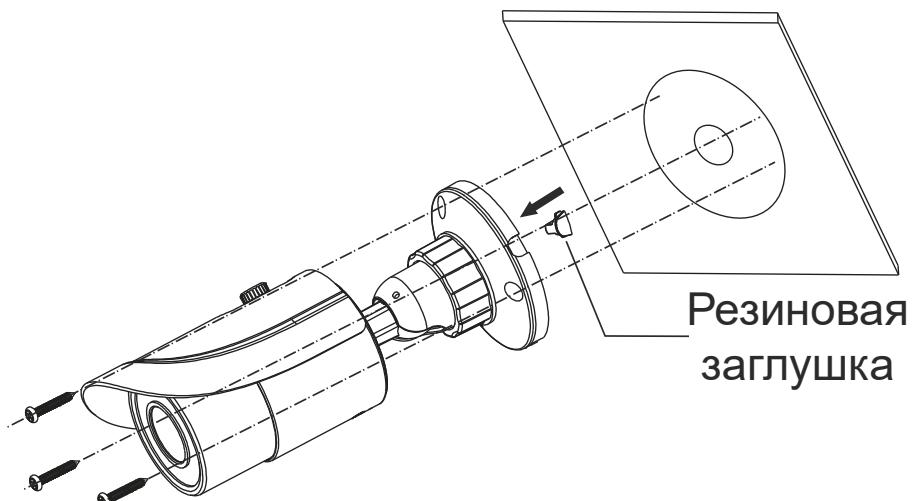

Рис. 5.2. Крепление к стене
3. Прикрепите монтажное основание к стене шурупами, как показано на Рис. 5.2.